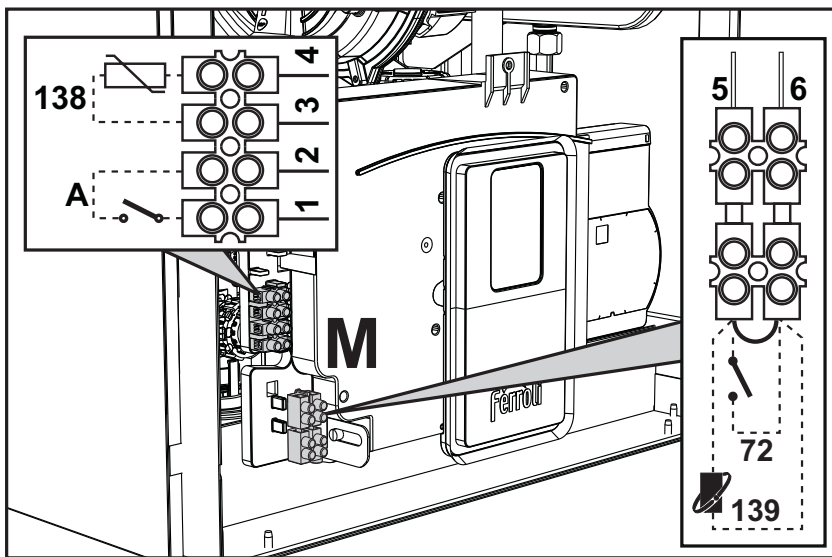

fig. 29
Después de quitar el panel frontal ("Apertura del panel frontal" en la pág. 99) es posible acceder a las borneras (M) y al fusible (F) como se indica a continuación (fig. 29). **Los bornes indicados en la fig. 29 deben tener contactos secos (no 230 V).** La posición de los bornes para las diferentes conexiones también se ilustra en el esquema eléctrico de la fig. 66.
Configuración del interruptor ON/OFF (A. fig. 29)